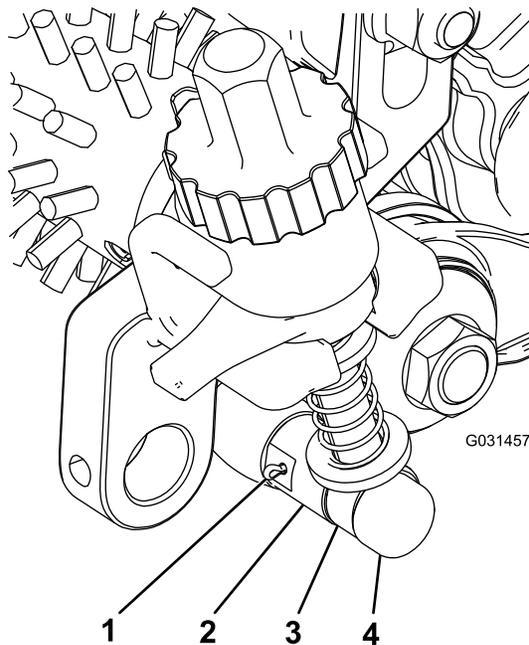

图 23
4. 将靠近怠轮总成的调整臂组件杆与怠轮总成上的调节环对准然后用调节销和开口销固定图 23。